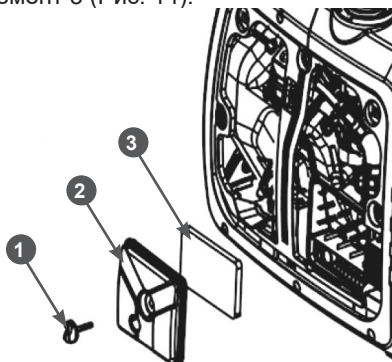

Рис. 14. Обслуживание воздушного фильтра
2. Открутите винт 1 крепления крышки воздушного фильтра и снимите крышку 2 воздушного фильтра (Рис. 14).
3. Извлеките из корпуса воздушного фильтра поролоновый фильтрующий элемент 3 (Рис. 14).